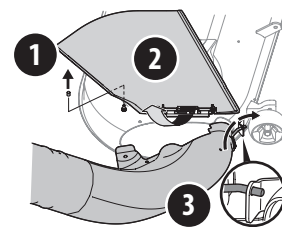

Figura 15
- Si la hubiera, retire la cubierta protectora del prisionero de montaje en la plataforma de corte como se muestra en el recuadro (1) de la Figura 15.
- Con el canal de descarga del tractor levantado y manteniéndolo abierto (2), coloque el codo del canal ubicando el pasador de montaje del codo del canal en el orificio provisto (3), como se muestra en la Figura 15.